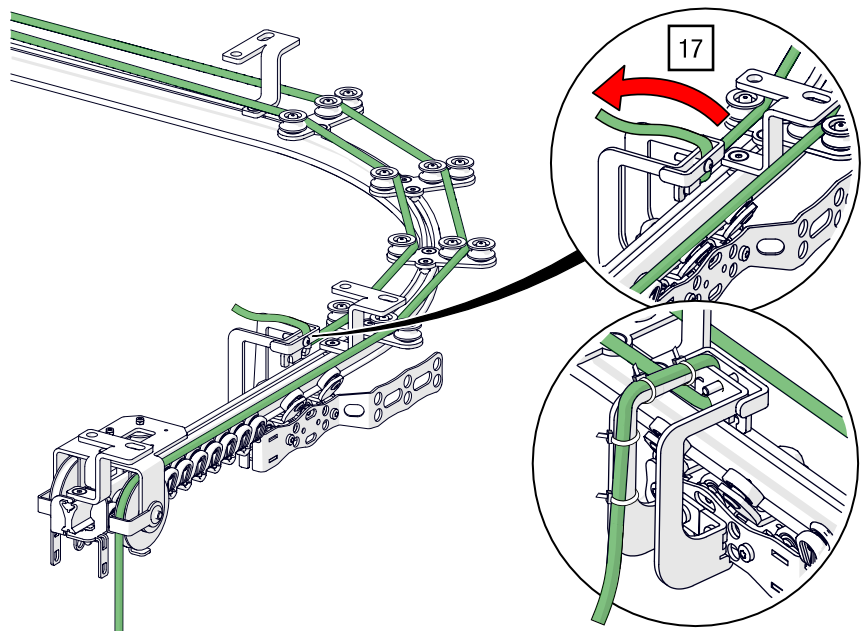

Abb. 81: Obenliegende Seilführung – Seilende einseitig in Zugwagen einführen
17. Fädeln Sie das Seilende einseitig in die Klemmvorrichtung am Zugwagen ein und sichern Sie es am Blech an mehreren Positionen mit vier Kabelbindern (siehe Abb. 81).